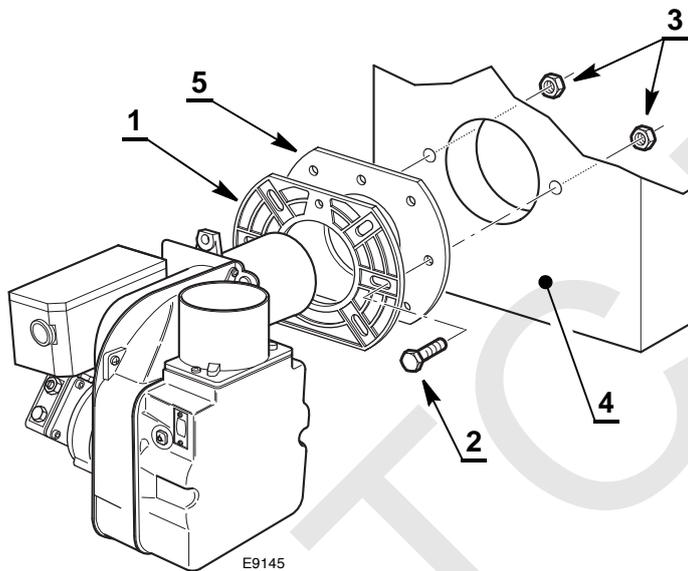

Fig. 13
- Fixar na portinha da caldeira (4) a flange (1) com os parafusos (2) e (se necessário) as porcas (3) intercalando a junta isolante (5) (Fig. 13).